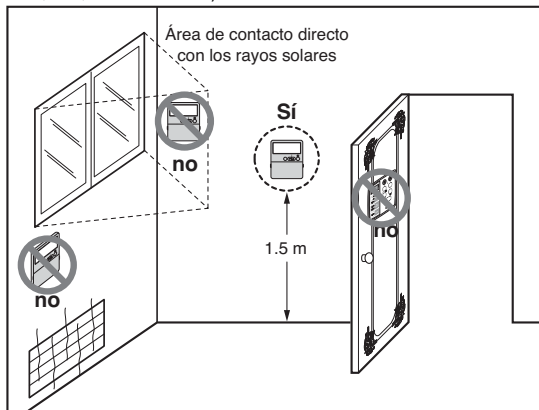

Figura 1. Ubicaciones típicas del mando a distancia
- Este mando a distancia está equipado con una pantalla LED de siete segmentos. Para una visualización adecuada del LED del mando a distancia, éste se debe instalar correctamente como se indica en la figura 1. (La altura estándar es de 1,2~1,5 m del suelo.)